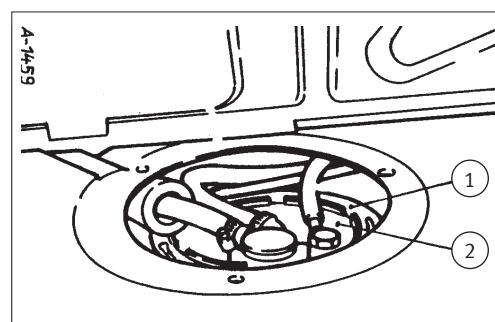

Abb. 1/Fig. 1/Puc. 1/图1
- Observe the installation orientation of the sensor (2, fig. 1) of the fuel gage and mark, if necessary.
- Release the locking ring (1, fig. 1) and remove the sensor carefully.
- Préparer le réservoir pour permettre l'accès à l'indicateur de niveau d'essence et la pompe à carburant, fig. 1.
- Observer l'orientation de montage du capteur (2, fig. 1) de l'indicateur de niveau d'essence et marquer en cas de besoin.
- Desserrer le jonc de verrouillage (1, fig. 1) et enlever le capteur avec précaution.
- Подготовить бак для обеспечения доступа к указателю запаса топлива и топливному насосу, рис. 1.
- Учитывать положение при монтаже датчика (2, рис. 1) указателя запаса топлива, при необходимости обозначить его.
- Снять стопорное кольцо (1, рис. 1) и осторожно извлечь датчик (2).